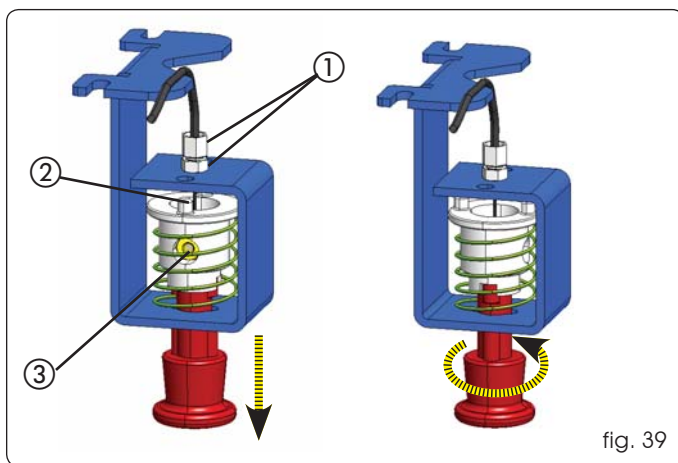

fig. 39
- Atornille el tornillo de reglaje con su tuerca de bloqueo, como se muestra en la fig. 39 ref. ①.
- Introduzca el cable de acero en el interior del tornillo de reglaje; páselo por dentro del dispositivo de desbloqueo (fig. 39 ref. ②).
- Bloquee el cable de acero con una adecuada mordaza y apriete el tornillo (fig. 39 ref. ③).
- Coloque la vaina negra del cable hasta que tope con el tornillo de reglaje (fig. 39 ref. ①).
- Bloquee el pomo, para ello tire del mismo y gírelo 90°, controlando que no regrese a su posición original (fig. 39).
- Si fuera necesario realizar alguna regulación, manipule el tornillo de reglaje de la brida pomo (fig. 39 ref. ①).